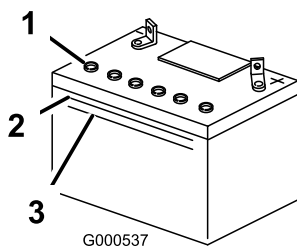

Figura 42
3. Mire hacia el lateral de la batería. El electrolito debe llegar a la línea **superior** (Figura 42). No permita que el electrolito esté por debajo de la línea inferior (Figura 42).
5. Retire los tapones de ventilación de la batería (Figura 42).
6. Vierta lentamente agua destilada en cada célula de la batería hasta que el nivel de electrolito llegue a la línea superior (Figura 42) de la caja de la batería.
7. Espere de 5 a 10 minutos después de llenar las células de la batería. Añada agua destilada, si es necesario, hasta que el nivel de electrolito llegue a la línea superior (Figura 42) de la caja de la batería.